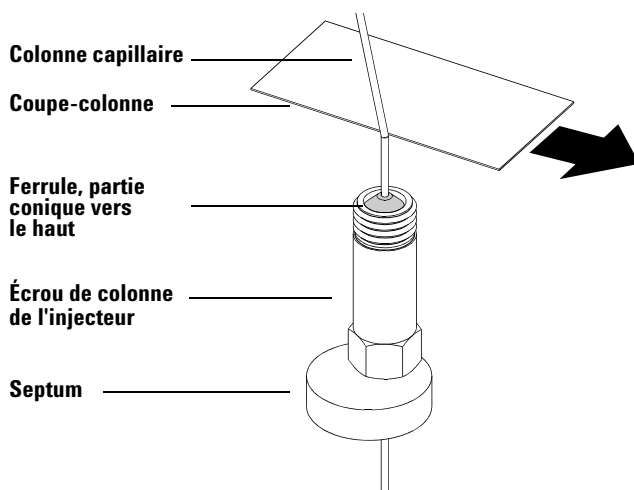

Figure 7 Préparation d'une colonne capillaire pour son installation
- 1 Enfiler l'extrémité libre de la colonne à travers un septum, un écrou de colonne et une ferrule conditionnée (Figure 7). Le côté conique de la ferrule doit être orienté vers l'extérieur de l'écrou de colonne.